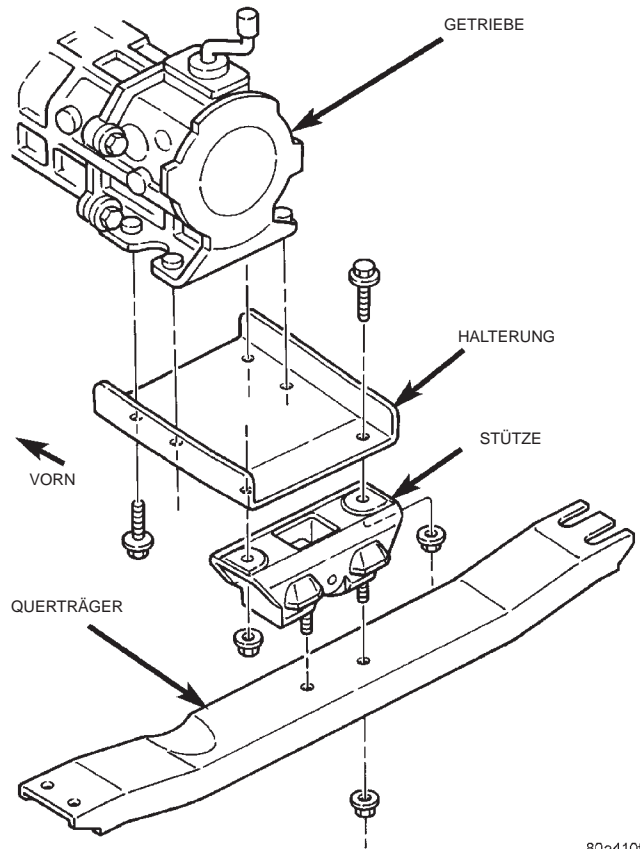

Abb. 8 Hintere Aufhängung
- (1) Minuskabel der Batterie abklemmen.
- (2) Fahrzeug anheben und Getriebe abstützen.
- (3) Die Muttern abschrauben, mit denen das Gummielement an der Halterung befestigt ist (Abb. 8). Quertraverse ausbauen.